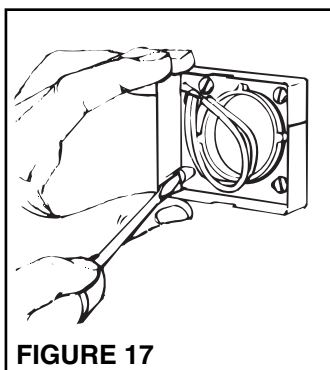

FIGURE 17
2. Voyez la figure 17. Pour certaines cloisons sèches ou constructions à panneaux, le cadre va s'étendre au-delà du mur fini. Dans ce cas-là, retirez le cadre du support de montage en enlevant les vis de montage.